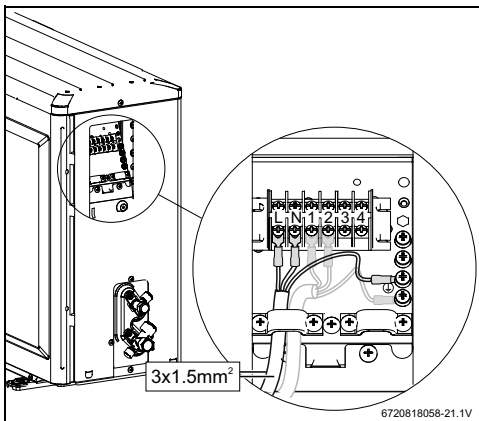

Fig. 36 Raccordement du câble de réseau
- Fixer le câble de réseau aux bornes désignées sur l'appareil par le conducteur externe (L), le conducteur neutre (N) et le conducteur de protection ($\oplus$) (fig. 36).
- Fixer le câble de réseau dans le passe-câbles où est déjà posé le câble de connexion (fig. 36).